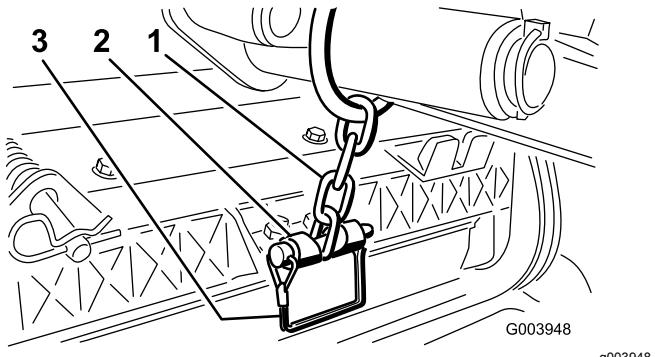

Figura 13
- Fissate la catena del braccio di sollevamento alla staffa della catena, usando il perno di ritenuta (Figura 13).